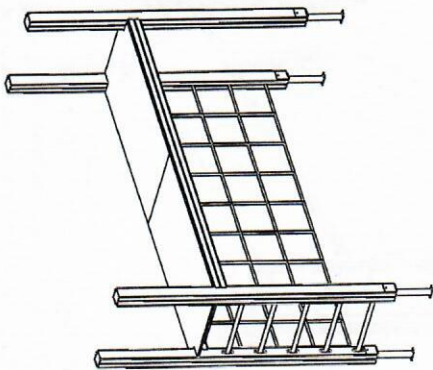

Рис. 5
3. Закрепить металлические штанги га пластинах сантех саморезами 80 + шайба + колпачок. Закрепить сетку с помощью монтажных скоб и сантех саморезов 80 + шайба + колпачок (рис. 5).